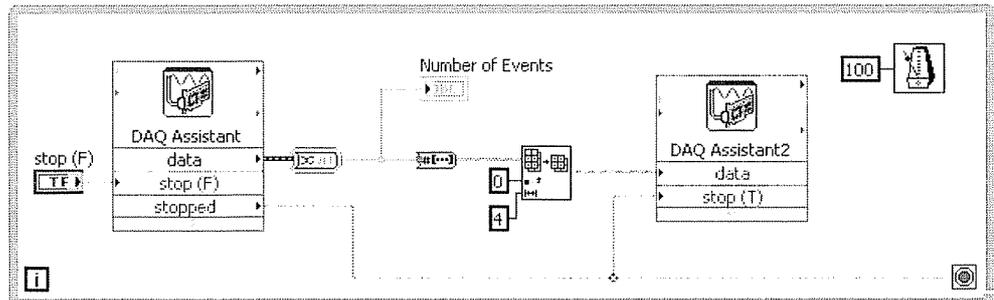

Figura 8-12. Diagrama de bloques del VI Digital Count
- Realice el cableado de la figura 8-12.
9. Cablee el diagrama de bloques como en la figura 8-12.